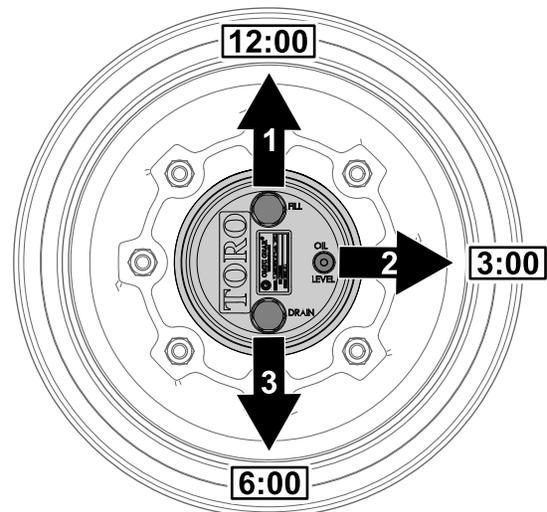

Figura 99
1. Estacione a máquina numa superfície plana, posicione a roda de forma a que o tampão de enchimento fique na posição das 12 horas, o tampão de verificação fique na posição das 3 horas e o tampão de drenagem fique na posição das 6 horas (Figura 99).
2. Retire o tampão de verificação da posição das 3 horas (Figura 99).
enchimento fique na posição das 12 horas, o tampão de verificação fique na posição das 3 horas e o tampão de drenagem fique na posição das 6 horas; consulte Figura 99 em Verificação do lubrificante da transmissão da engrenagem planetária (página 71).